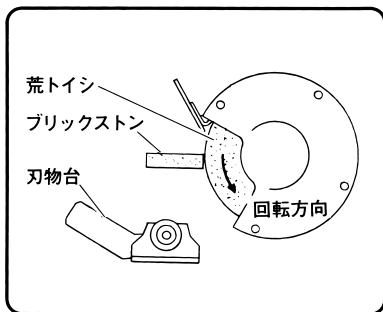

図 30
- (1) トイシの手前へ刃物台を移動します。
- (2) 付属のブリックストンをしっかり手に持って刃物台を手の支えとしてドレッシングします。(図30, 31)